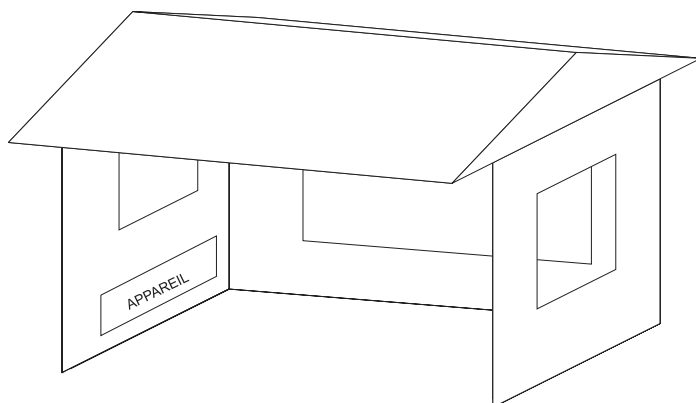

Figure 8
- Dans un boîtier partiel qui comprend un couvert aérien et trois parois, tant que 30 % ou plus de la périphérie horizontale (p. ex. périmètre) de la fermeture sont ouverts de manière permanente, comme une véranda. Voir figure 8.